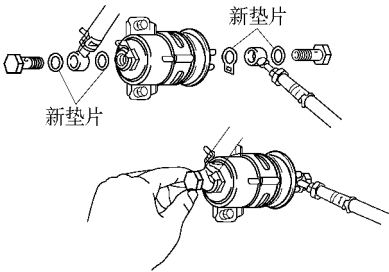

图 2-80 使用新垫片并用手拧紧接头螺栓
1) 一定要使用新垫片，并用手旋紧接头螺栓，如图 2-80 所示。然后将接头螺栓旋紧到规定的力矩。